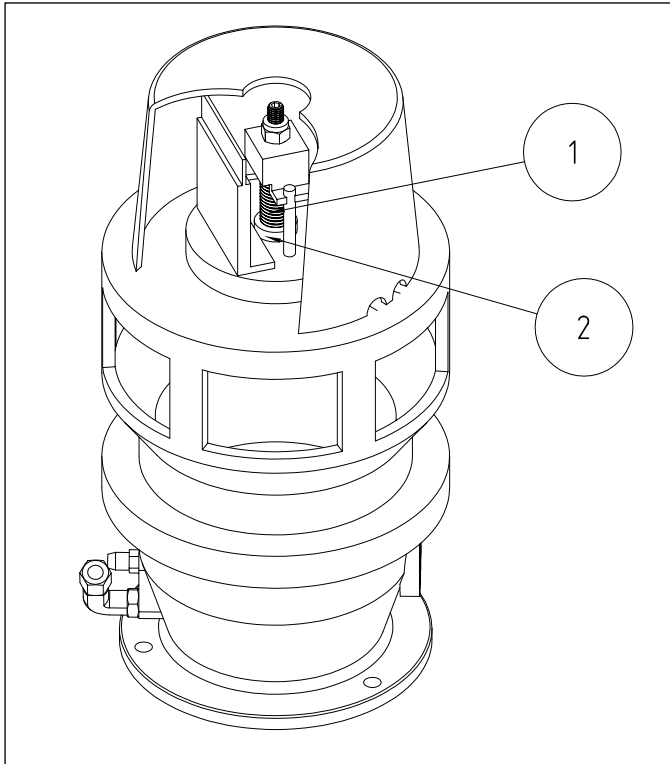

fig. 30 Graissage du SMI
5. Nettoyer l'aiguille (1) en-dessous de l'écrou d'arrêt (voir fig. 30); Enlever à l'aide d'un chiffon non-peluchant la graisse usée en-dessous de l'aiguille à l'endroit de l'écrou de commande (2).
8. Ensuite, couper de nouveau l'alimentation électrique et enlever le surplus de graisse à l'endroit de l'écrou de commande (2).